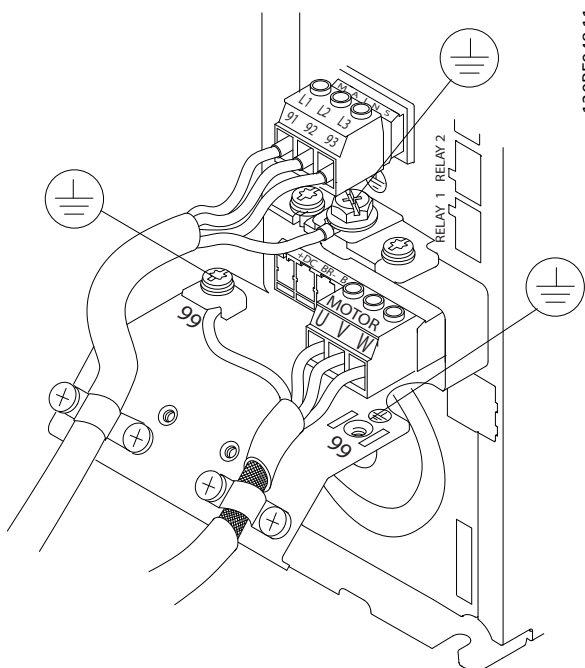

Abbildung 4.5 Beispiel für Motor-, Netz- und Erdungsanschluss
Abbildung 4.5 zeigt vereinfachte Anschlussbilder für Motor-, Netz- und Erdungsanschluss eines Frequenzumrichters. Die jeweiligen Konfigurationen ändern sich je nach Gerätetypen und optionaler Ausrüstung.
1. Schließen Sie die 3 Phasen des Netzeingangs an die Klemmen L1, L2 und L3 an (siehe Abbildung 4.5).